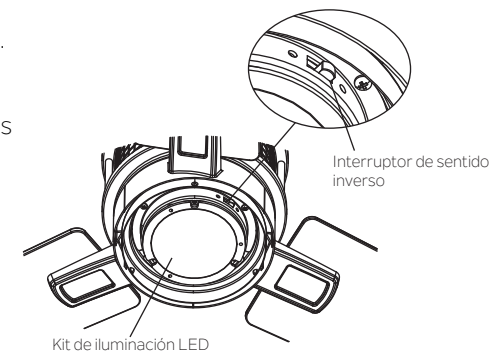

Fig. 21
4. Interruptor de sentido inverso: Controla la dirección, hacia adelante o en sentido inverso. (Fig. 21)